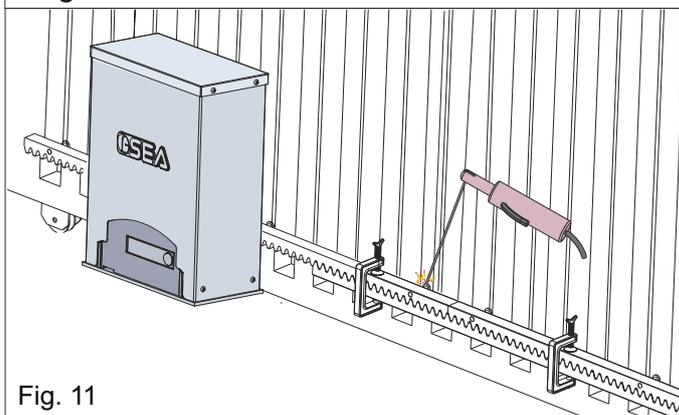

Fig. 11
5.4. Vérifier que tous les éléments de la crémaillère sont parfaitement alignés et positionnés correctement (**denture en phase**). Il est conseillé d'opposer deux éléments successifs avec un troisième élément comme indiqué en Fig. 11;